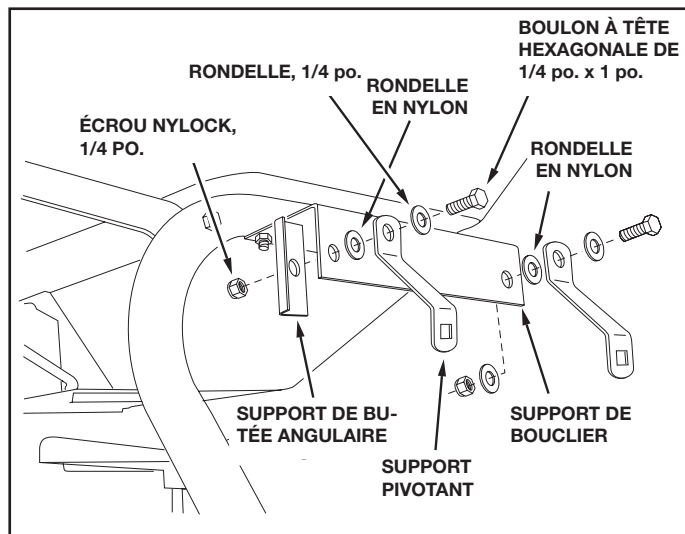

FIGURE 6
- Fixer une équerre de butée d'angle et un support pivotant au trou arrière du support de bouclier de droite en utilisant un boulon à tête hexagonale de 1/4 po. x 1 po., deux rondelles de 1/4 po., une rondelle en nylon et un écrou nylock de 1/4 po. Placer le support de butée angulaire à l'intérieur et le support pivotant sur l'extérieur. **Serrer** le contre-écrou de sorte que le support pivotant puisse pivoter librement. Voir la figure 6. Répéter l'étape sur le support de bouclier de gauche.
- Fixer un support pivotant au trou avant du support de bouclier de droite en utilisant un boulon à tête hexagonale de 1/4 po. x 1 po., deux rondelles de 1/4 po., une rondelle en nylon et un écrou nylock de 1/4 po. **Serrer** l'écrou de sorte que le support pivotant puisse pivoter librement. Voir la figure 6. Répéter l'étape sur le support de bouclier de gauche.